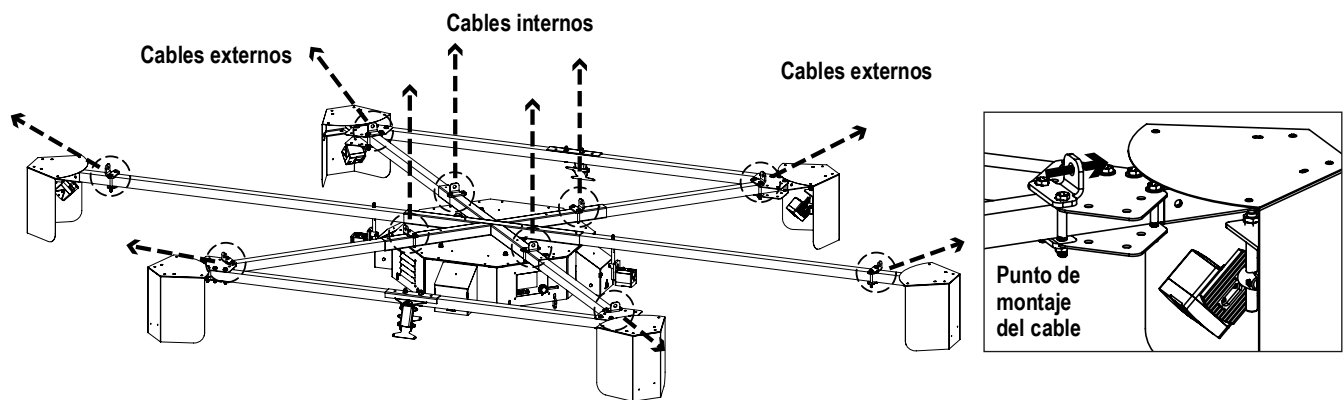

Figura 1. Puntos de montaje de iDimension
6. Fije un tensor (PN 169960) en cada punto de montaje del cable interior del dimensionador. (Figura 1 en la página 2).